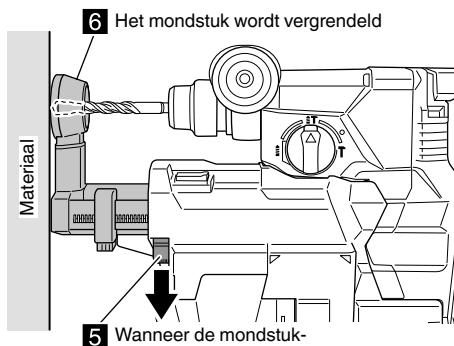

Afb. 6
(3) Terwijl u de positie-aanpassingsknop van het mondstuk in de richting van de pijl duwt, drukt u het gereedschap naar het materiaal, waardoor de positie van het mondstuk korter wordt totdat het de positie bereikt waar het boorbit in contact komt met het materiaal. (**Afb. 6**)